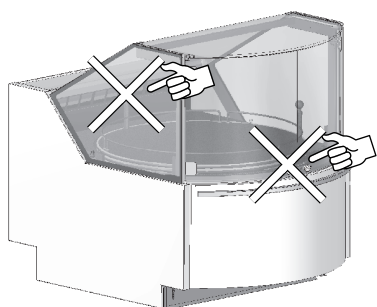

Abb. 21
- Die Waren nicht die Zirkulation der Kaltluft beeinträchtigen ("Abb. 21").